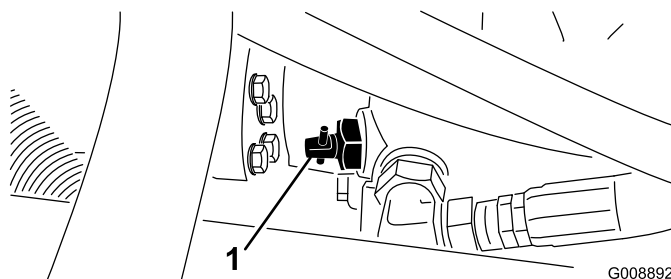

Figure 38
1. Trouvez la vanne de dérivation sur la pompe (Figure 38) et tournez-la de 90°.